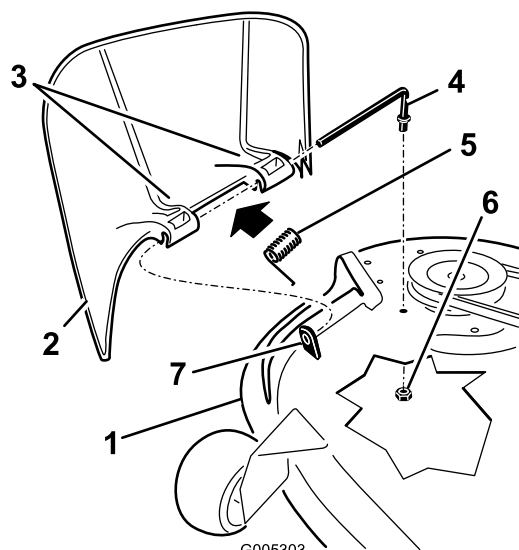

Figura 54
1. Individuate le parti illustrate nella Figura 54.
2. Togliete il dado (da 3/8 poll.) dall'asta sottostante il tosaerba (Figura 54).
3. Estraete l'asta dal distanziatore corto, dalla molla e dal deflettore dell'erba (Figura 54). Togliete il deflettore dell'erba tagliata se è danneggiato o consumato.
4. Riposizionate il deflettore dell'erba (Figura 54).
6. Collocate la molla sull'asta (tenendo abbassati i fili alle estremità), tra le staffe del deflettore di sfalcio. Fate scorrere l'asta attraverso la seconda staffa del deflettore dell'erba (Figura 54).
7. Inserite l'asta dalla parte anteriore del deflettore dello sfalcio, nel piccolo isolatore sul piatto di taglio. Fissate l'estremità posteriore dell'asta nel tosaerba con un dado (3/8 poll.) (Figura 54).